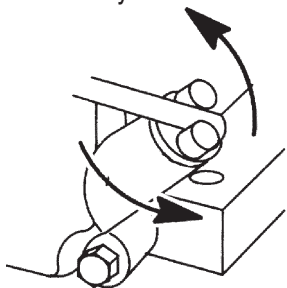

Figure 15. Jauge à huile moteur (retrait)
2. Retirer la jauge-bouchon de l'orifice de remplissage d'huile (figure 15) et bien l'essuyer.